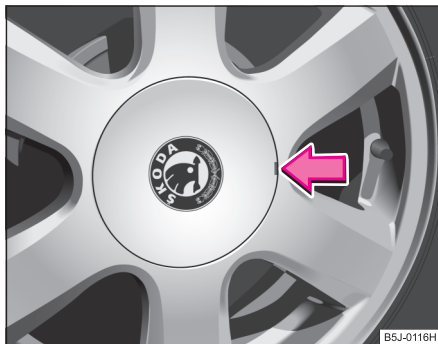

Fig. 157 Desprinderea ornamentelor
- Mișcați cu atenție ornamentul cu ajutorul cârligului ⇒ fig. 157. ■